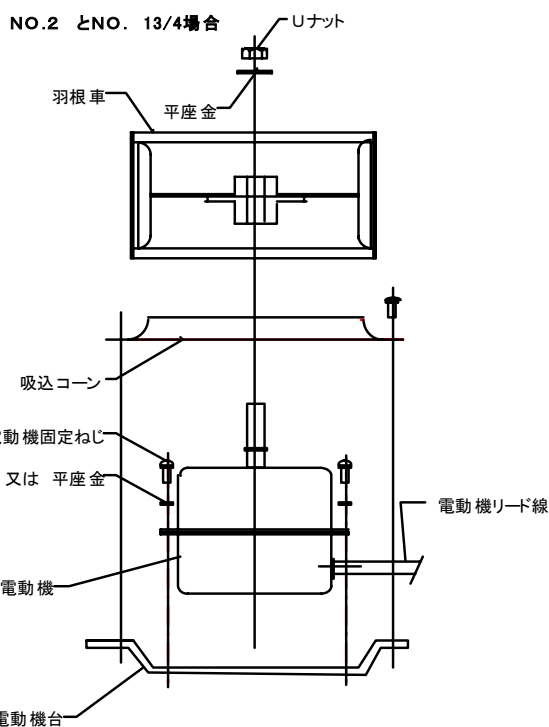

図9 内蔵ファンの分解図
- (5) 内蔵ファンの羽根車を外す際は、羽根車固定用ねじ（M10軸ナット）が羽根車についていますので、緩めて外してください。…図9参照（羽根車は、傷つけないように注意してください。）
- (6) 内蔵ファンの電動機を外す場合は、(5)にて羽根車を外し、吸込みコーンを外した状態で、電動機固定用ねじを外してください。…図9参照